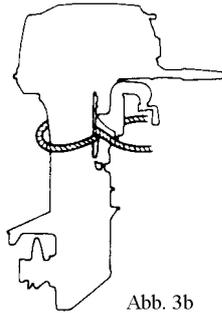

Abb. 3b
- Sichern Sie den Motor mit einem Seil, um zu vermeiden, dass der Motor über Bord geht. (Abb. 3b)